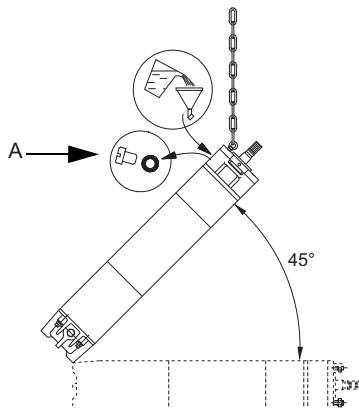

Рис. 7 Положение электродвигателя при заполнении – MMS
1. Установите электродвигатель под углом 45° так, чтобы верхняя часть двигателя была направлена вверх. См. рис. 7.
2. Ослабьте резьбовую пробку (A) и установите воронку в отверстие.